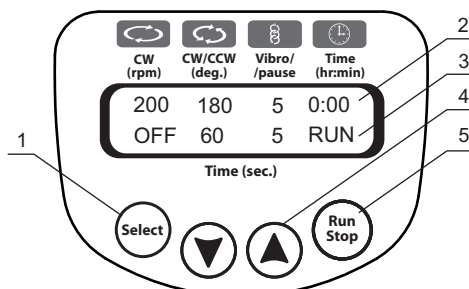

Рис. 3. Панель управления
- 4.5. Нажмите кнопку **Run/Stop** (рис. 3/5) для запуска программы.
- 4.6. Начнется движение перемешивающего элемента, и на дисплее появится соответствующая индикация – RUN (рис. 3/3) и индикация отсчета времени (рис. 3/2).
- 4.7. Если интервал общего времени работы не установлен и на индикаторе **Time** (рис. 3/2) высвечивается 0:00, то нажатие кнопки **Run/Stop** переводит прибор в продолжительный режим работы до тех пор, пока не будет повторно нажата эта же кнопка.
- 4.8. Если интервал времени установлен, то по его окончании движение перемешивающего элемента автоматически прекращается, и на дисплее отображается мигающая индикация STOP (рис. 3/3), сопровождаемая прерывистым звуковым сигналом (для отключения сигнала нажмите кнопку **Run/Stop**).
- 5.1. Нажатием кнопки **Select** (рис. 3/1) выберите параметр, который необходимо изменить (каждое нажатие кнопки **Select** последовательно активирует параметры режимов в цикле). Активный параметр обозначается мигающей индикацией.
Используйте кнопки ▲ и ▼ (рис. 3/4) для установки соответствующих значений. Если кнопка установки удерживается нажатой более 2 сек., скорость смены значений увеличивается.
5.6. Для контроля общего времени работы прибора используется таймер (рис. 3/2) с устанавливаемым интервалом времени от 1 мин. до 96 ч. (шаг – 1 мин.).